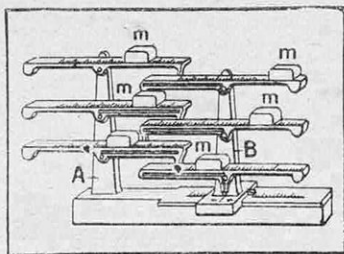

FIG. 1. — BALANCE A ÉQUATIONS DE GRANT
Voici d'abord (fig. 1) une curieuse *balance d'équations* de Grant. Le modèle représenté est destiné à résoudre les équations du cinquième degré et au-dessous (1); il comporte six fléaux horizontaux égaux portés par deux montants verticaux *A* et *B*, dont le premier est fixe, tandis que le second peut être avancé ou reculé le long d'une graduation horizontale fixe.